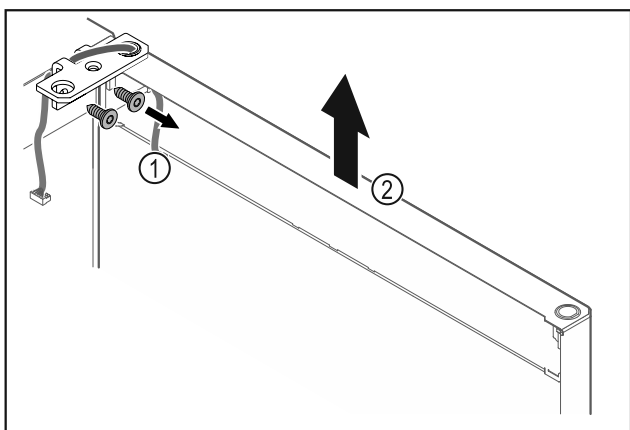

Fig. 24
- ▶ Odkręcić zawias Fig. 24 (1).
- ▶ Drzwi wraz z zawiasem należy podnieść prosto do góry o ok. Fig. 24 (2) circa 200 mm i zdjąć.